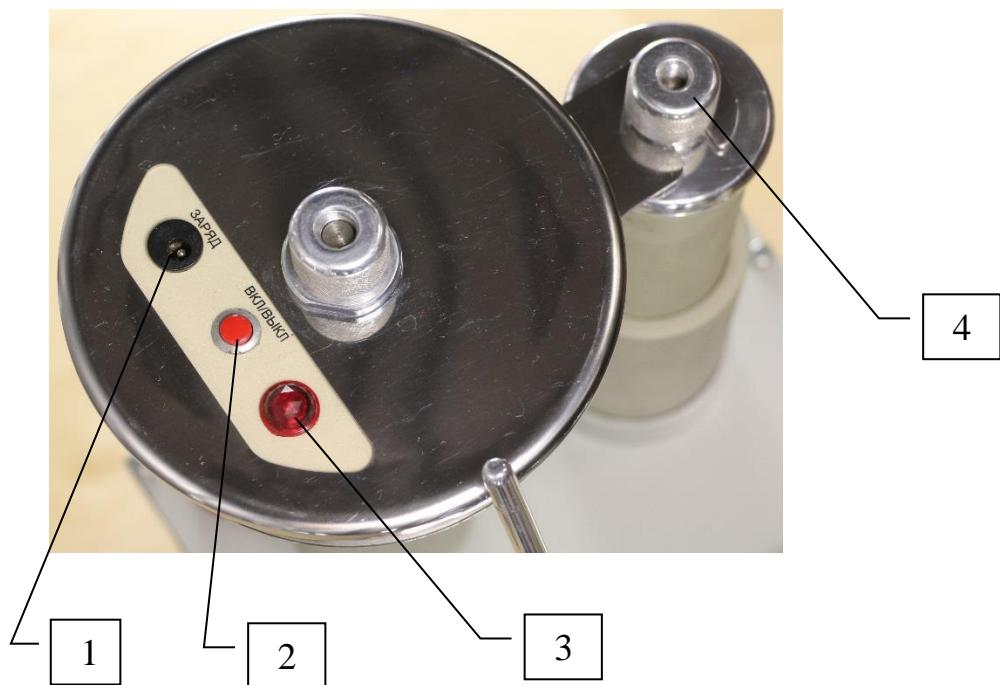

Рис.5. Измеритель тока высокопотенциальный ИТВ.
**6.7. Проверить уровень заряда аккумуляторов ИТВ.** Для этого достаточно включить ИТВ, нажав на кнопку «ВКЛ./ВЫКЛ.» (поз.2, рис. 5). Если при этом лампочка поз.3, рис.5 будет гореть непрерывно, то напряжение на аккумуляторах более 4,9В и этого достаточно для непрерывной работы в течение 4÷8 часов. Если
**6.8. Заряд аккумуляторов.** Для заряда аккумуляторов необходимо снять ИТВ с блока БВН. Для этого необходимо ослабить клемму поз. 4, рис. 5. Повернуть измеритель ИТВ против часовой стрелки до упора и поднять. Подключить штекер зарядного устройства к гнезду «ЗАРЯД»(п.1 рис.5) на корпусе ИТВ и включить зарядное устройство в сеть 220В. Если лампочка поз.2, рис.5 мигает, то идет процесс заряда. Если указанная лампочка горит непрерывно, то процесс заряда завершен, а ток заряда ограничен на уровне поддерживающего тока. Этот ток не может «перезарядить» аккумуляторы и безопасен для них.
После заряда аккумуляторов установить ИТВ на БВН. После этого повернуть его по часовой стрелке до упора в виде резьбовой шпильки на корпусе дросселя и зафиксировать это положение затянув клемму поз. 4 рис. 5.
7.2.2 Нажать на кнопку ИТВ «ВКЛ./ВЫКЛ.» (поз.2, рис. 5). Загорится лампочка поз.3, рис. 5.
7.3.3 Нажать на кнопку ИТВ «ВКЛ./ВЫКЛ.» (поз.2, рис. 5). Загорится лампочка поз.3, рис. 5.